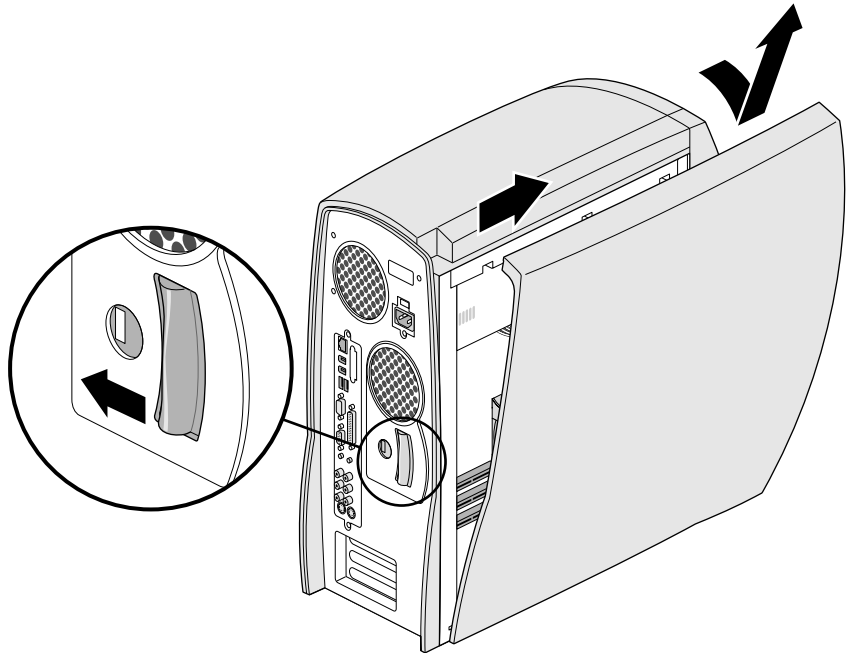

Figura 2-1 Rimozione della copertura laterale
1. Spingere verso sinistra la leva posta sul retro del sistema, in modo da sbloccare la copertura come illustrato nella Figura 2-1.